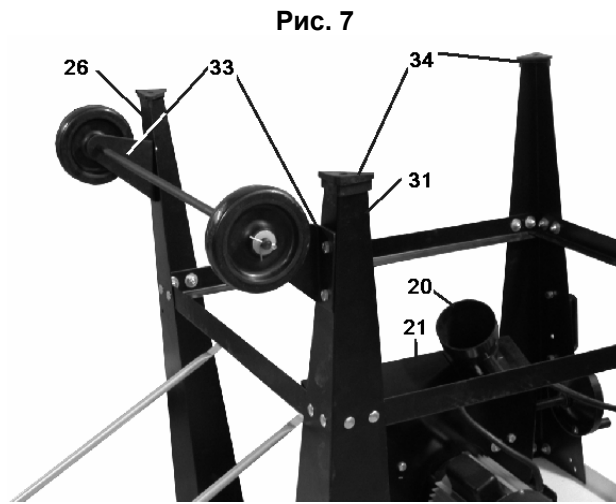
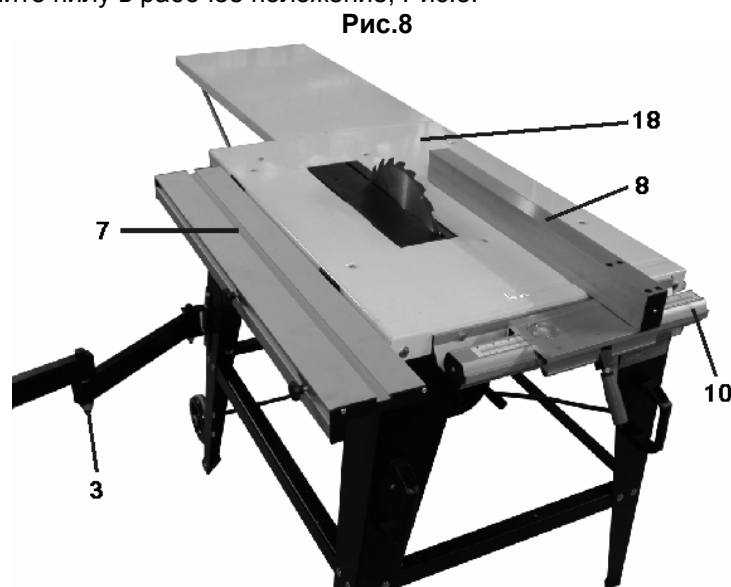

Рис. 7
Рис.8
8.1.14. Установите кронштейны (33) узла колес перемещения пилы на ножки (26 и 31) приемной части рабочего стола (18) и закрепите с помощью четырех болтов М8 с шестигранной головкой, шайб и гаек, Рис.7.
8.1.15. Установите патрубок пылесборника (20) на сборник опилок (21) с помощью четырех винтов М5 с шайбами, Рис.7.
8.1.16. Установите подушки (34) на ножки, Рис.7. Переверните пилу в рабочее положение, Рис.8.
8.1.17. Установите направляющую параллельного упора со шкалой (10) на подающей части рабочего стола (18) с помощью двух болтов М6 с шестигранной головкой, шайб и гаек, Рис.8.
8.1.18. Установите параллельный упор (8) на направляющую параллельного упора (10), Рис.8.
8.1.19. Установите подвижную плиту (7) на задней части рабочего стола (18) и закрепите с помощью четырех винтов М6, шайб и гаек, Рис.8.
8.1.20. Установите шарнирную опору (3) дополнительного стола для косо́го и поперечного пиления с помощью четырех болтов М6 с шестигранными головками, шайб и гаек, Рис.8.